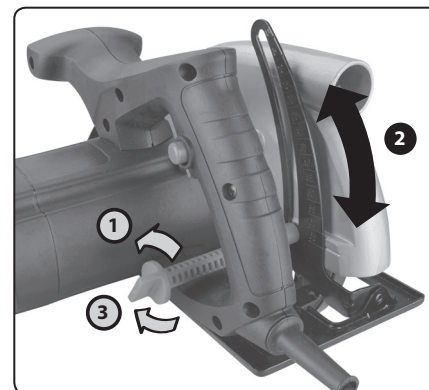

Abb. 3A
1. Lockern Sie die Mutter zum Einstellen der Schnitttiefe (Abb. 3A, Schritt 1).
2. Heben Sie die Säge von der Grundplatte an je nach gewünschter Schnitttiefe (Abb. 3A, Schritt 2). Die Schnitttiefe kann auf der Skala abgelesen werden, siehe Abb. 1, Pos. 21.
3. Sichern Sie danach die Säge in der eingestellten Höhe durch Anziehen der Mutter (Abb. 3A, Schritt 3).